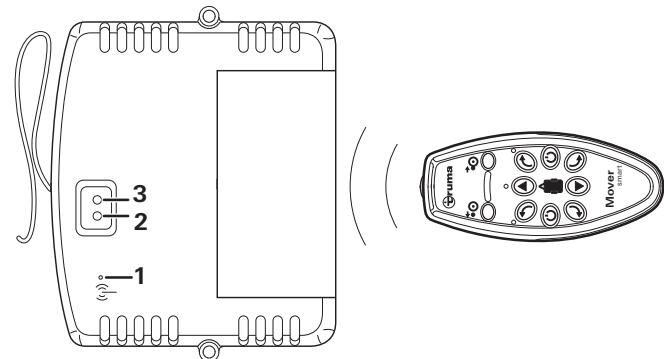

Figure 12
- Actionner la touche de réinitialisation (figure 12 - **1**) sur la commande avec un objet fin. Il est pour cela possible d'utiliser l'antenne de la commande.
Les LED verte (figure 12 - **2**) et rouge (figure 12 - **3**) sur la commande clignotent maintenant en alternance.